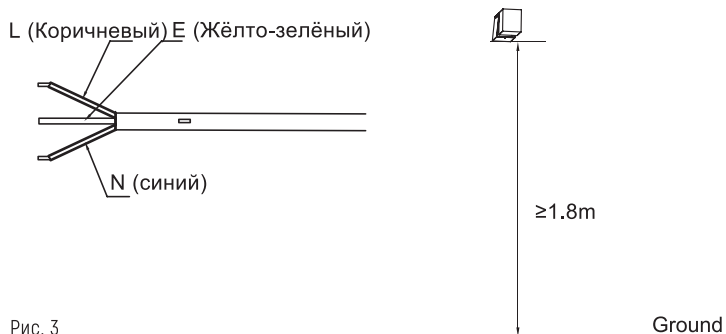

Рис. 3
- Установите розетку питания на стене. Требования к источнику питания: 250 В / 10 А, однофазный, три провода. Рекомендуется размещать розетку справа над водонагревателем. Расстояние розетки от пола должно быть не менее 1,8 м [см. Рис. 3]. В случае повреждения шнура питания, его следует заменить, обратившись к производителю, его сервисному агенту или квалифицированным специалистам, чтобы избежать возникновения опасных ситуаций